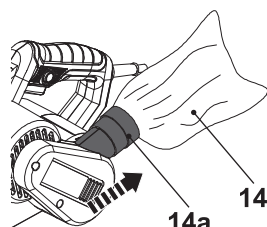

Fig. 8
3. Țineți și trageți conectorul (14a) sacului de praf pentru înlăturarea sacului de praf (14) (Fig. 8).